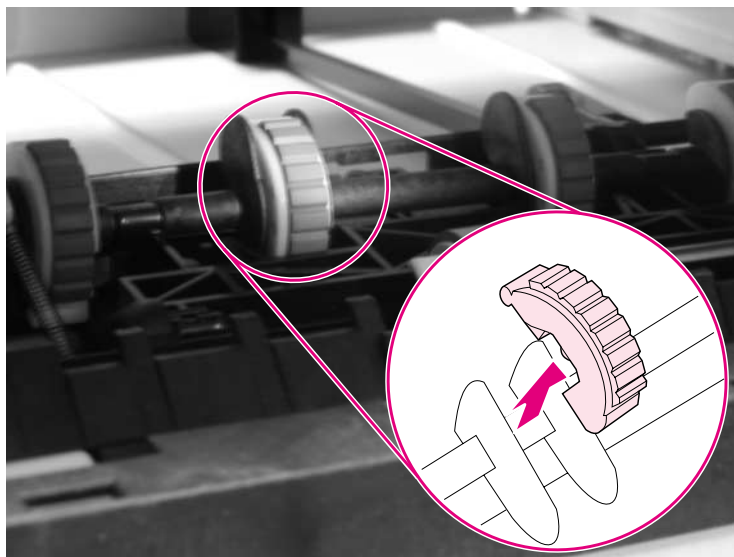

图 14 卸下可选 500 页纸盘的拾纸轮
- 3 将拾纸轮传动轴再旋转 90 度，以便将拾纸轮从传动轴（图 14）上完全卸下。